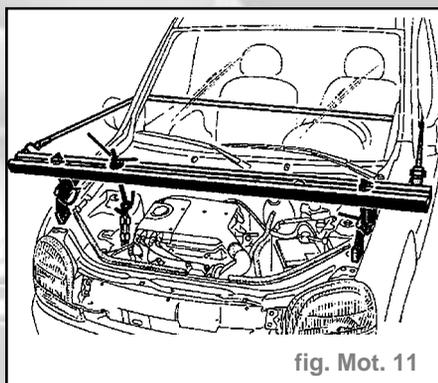

fig. Mot. 11
- Mettre en place l'outil de maintien moteur (fig. Mot. 11)